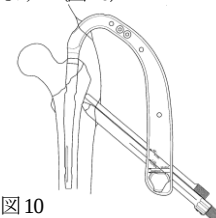

図10
- 8) ラグスクリュー用スリーブにガイドピンスリーブを組み付け、ターゲットデバイスに取り付けます。術中、骨片の回旋防止が必要になる症例には、アンチローテーション用ガイドピンスリーブも同時にターゲットデバイスに取り付けます。（図10）